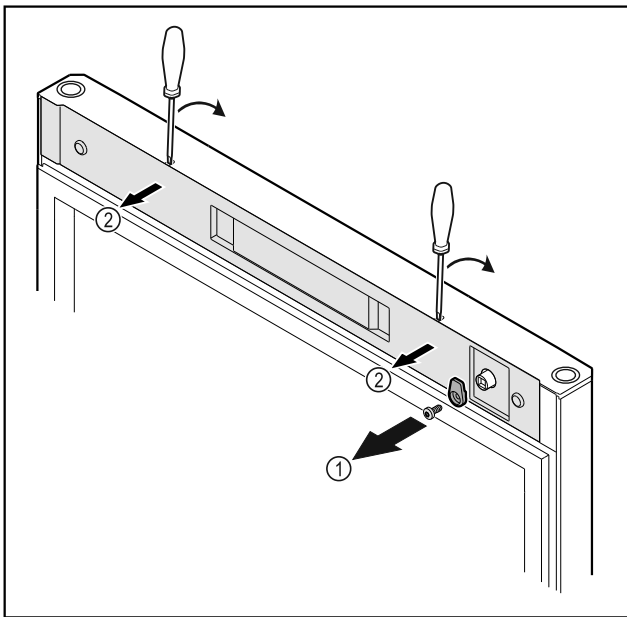

Fig. 52
- ▶ Sluithaak Fig. 52 (1) losschroeven.
- ▶ Afdekking Fig. 52 (2) met een kleine schroevendraaier losmaken en verwijderen.